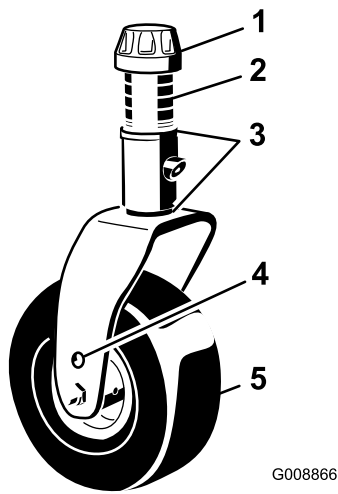

Figure 128
1. Enlevez le chapeau de tension de l'axe de pivot et sortez l'axe du bras pivotant (Figure 128).
Retirez le chapeau de tension et la chape pivotante (Figure 128).